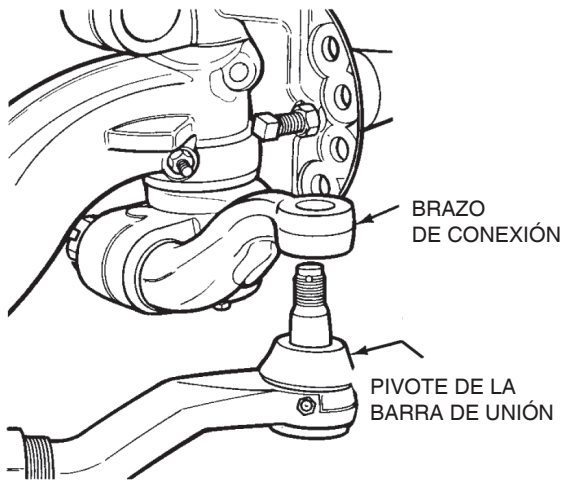

Figura 38
2. Desconecte la barra de unión, conjunto de los brazos de conexión. Si es necesario, use una herramienta para separar el brazo de conexión y la barra de unión. Figura 38.